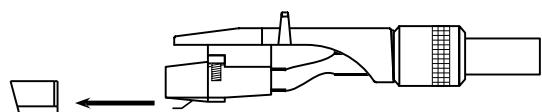

Fig. 6
Il sistema fonorivelatore in dotazione è dotato di una protezione della puntina che va rimossa durante l'utilizzo e la regolazione di alcuni componenti. Togliere la protezione della puntina spingendola delicatamente in avanti (fig. 6). Riposizionare la protezione della puntina quando il giradischi non viene utilizzato.
- Posizionare la manopola antiskating (17) su 0.
- Rimuovere la protezione della puntina del sistema fonorivelatore (fig.6).
- Allentare il dispositivo di blocco del braccio (12) spingendo a destra la leva di blocco.
- Regolare il contrappeso del braccio (7) girandolo in modo che il braccio resti sospeso senza che possa né scendere né salire.